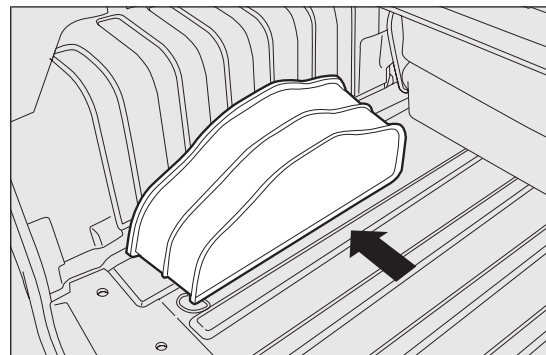

fig. 133
- per versioni Combi: aprire le porte a battenti posteriori, prelevare la borsa attrezzi fig. 133 ubicata sul lato sinistro del bagagliaio sganciando gli elastici di trattenimento e portarla accanto alla ruota da sostituire;